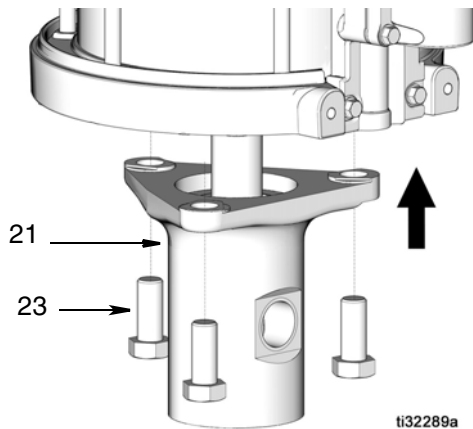

图 13
3. 使用 3 个安装螺栓 (23) 将泵底座 (21) 重新安装到空气马达 (1) 上。用 60 磅英尺 (81.35 牛·米) 的扭力拧紧螺栓 (图 13)。